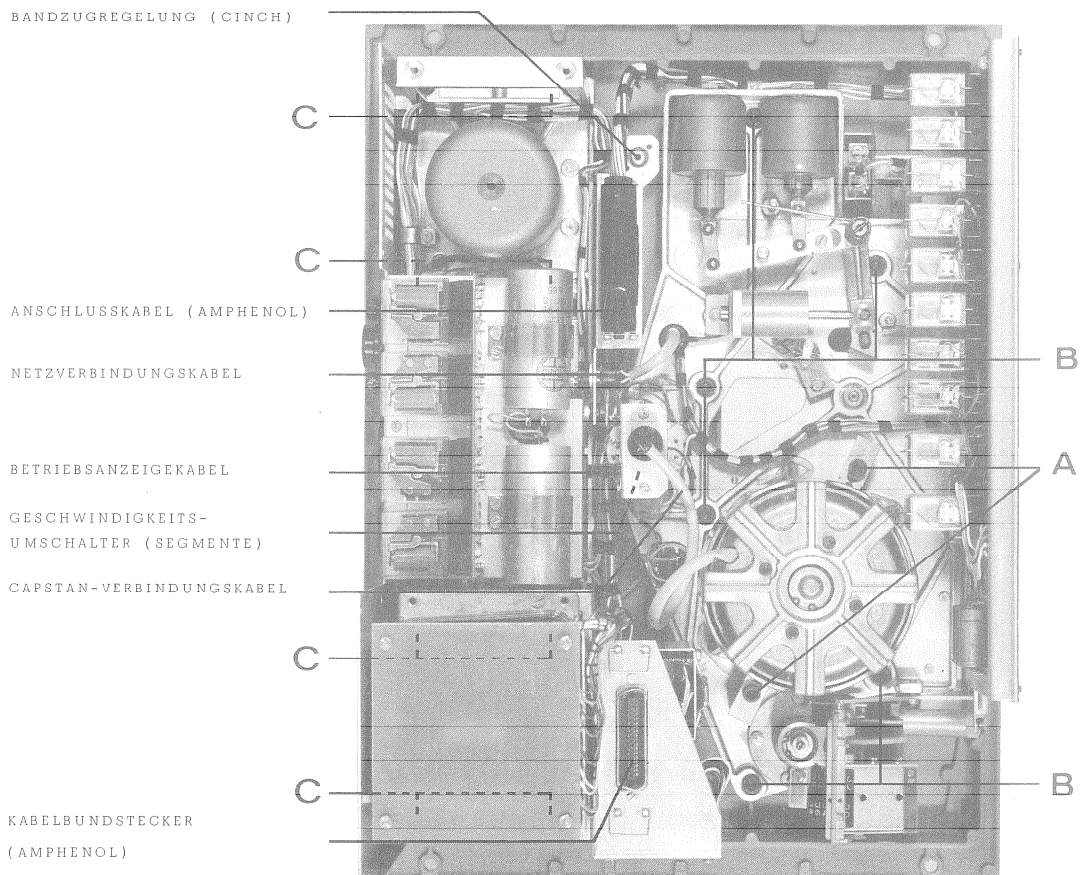
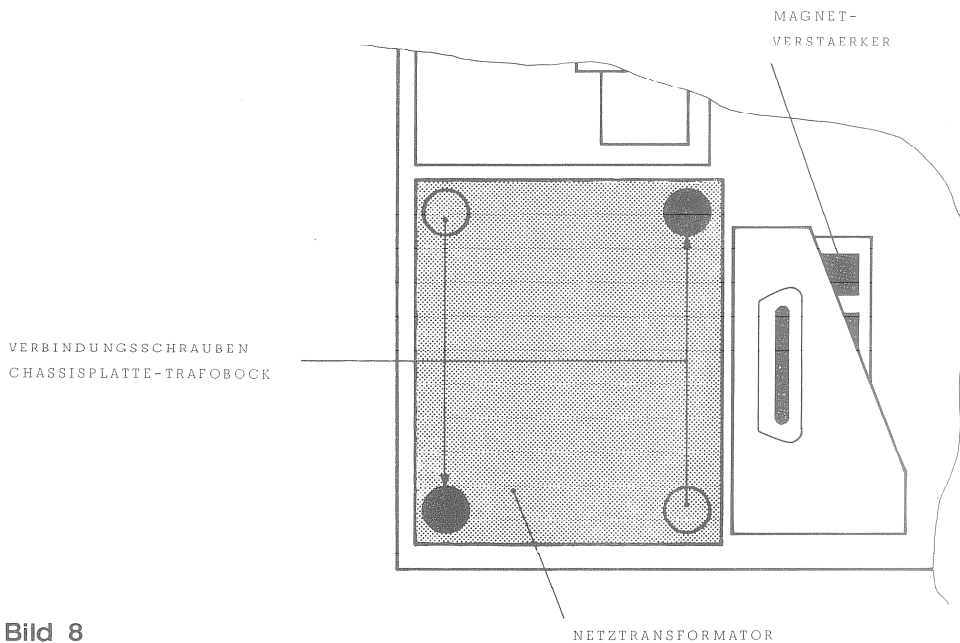

Bild 7
Bild 8
4. Von den 8 Innensechskantschrauben C (Bild 7) die zwei in Bild 8 markierten ganz herauschrauben.